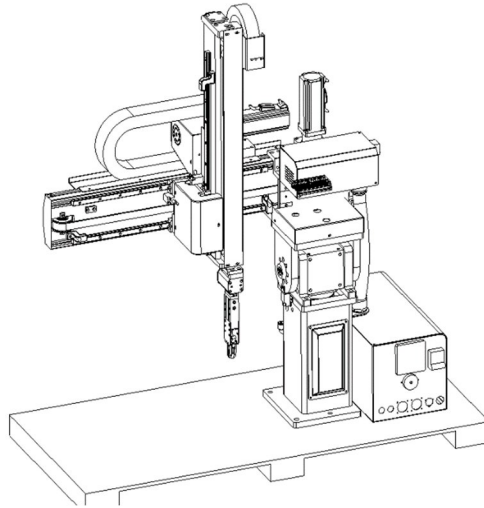

图 1-1: SS3 包装示意图
| 图 1-1: SS3 包装示意图 .....       | 8  |
- a) 松开包装支撑板上底座的紧固螺钉，取下设备。（图 1-1，1-3,1-5 包装图）